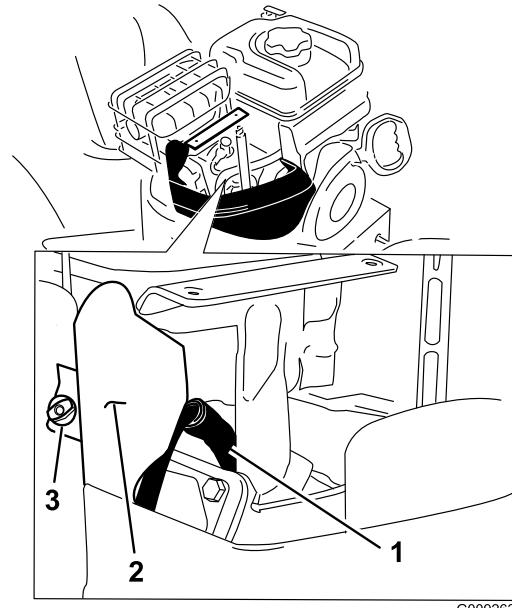

Figura 44
4. Togliete la vite a testa zigrinata della staffa e la staffa (Figura 44).
5. Pulite attorno alla base della candela (Figura 44).